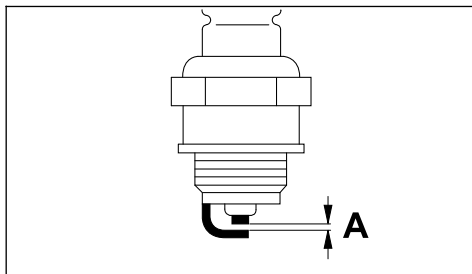

Рис. 57
- Проверить расстояние между электродами (рис. 57, поз А) и, если необходимо, отрегулировать, значение расстояния – см. раздел «Технические характеристики»